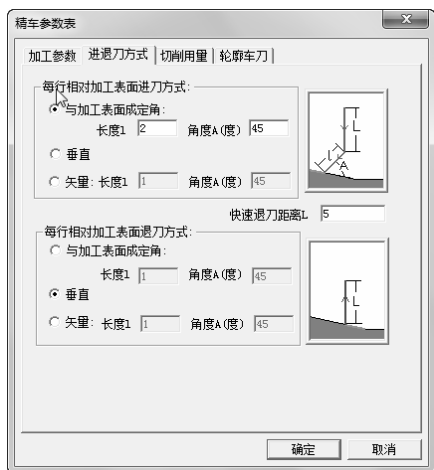

图 6-80 精车外圆进退刀方式参数设定
2) 单击“进退刀方式”选项卡，如图 6-80 所示。设置具体参数如下：每行相对加工表面进刀方式：与加工表面成定角，长度 1：2，角度 A：45；每行相对加工表面退刀方式：垂直。